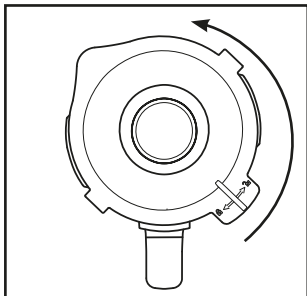

Fig. 1
- 1) Retire el vaso ❸ del bloque motor ❹ en posición recta hacia arriba.
- 2) Retire la tapa ❷; para ello, gírela en sentido antihorario hacia la posición  (consulte la fig. 1) hasta que pueda extraerse hacia arriba.
- 3) Llene el vaso ❸ como mínimo hasta la rayita inferior de la escala ❸ y, como máximo, hasta la marca MAX. Para obtener un resultado óptimo, recomendamos las siguientes cantidades máximas de llenado: